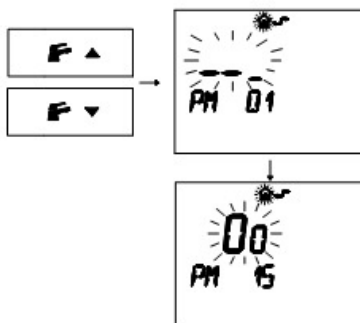

Figura 5.30
- Pulse los botones  o  para visualizar la programación "PM15" para la habilitación de la sonda externa (Figura 5.30).